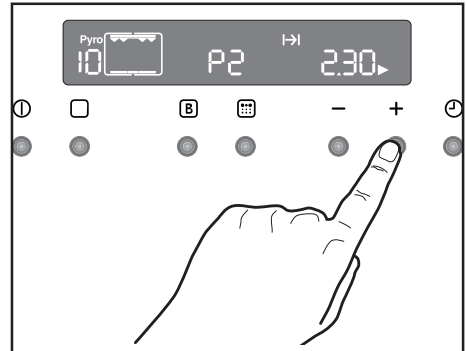

Fig. 19
2. Le symbole de la Durée de cuisson **|→|** clignote pendant 5 secondes ; pendant ce temps, appuyez sur la touche '+' ou sur la touche '-' pour sélectionner la fonction pyrolyse 1 (P 1) ou 2 (P 2) (Fig. 19).